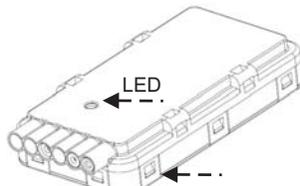

Fig.1
- Ouvrir le boîtier en soulevant doucement les languettes de retenue situées de part et d'autre du boîtier (Fig.1).